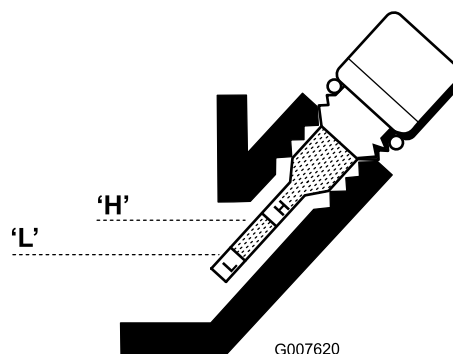

図 35
4. ゲージをウェスできれいに拭き、もう一度差し込む。ゲージはねじ込まずに差し込む。ディップスティックをもう一度抜きとって、オイルの量を点検する。量が不足している場合には、ゲージの読みが H と L の間になるまで、必要量だけオイルを補給する図 35。油量を確認する。入れすぎないこと。